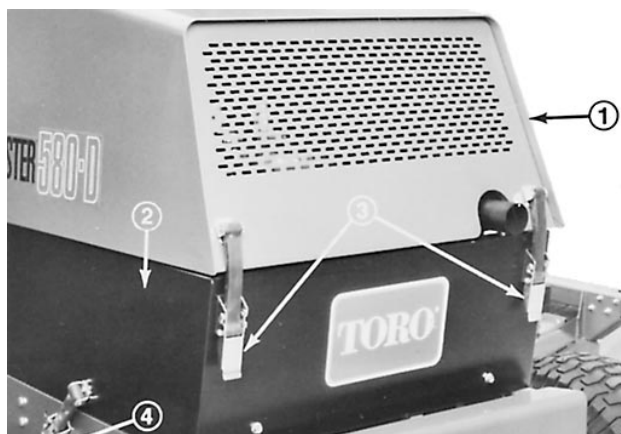

Figure 22
1. Déverrouiller, soulever et caler le capot avec la béquille, puis déposer le panneau latéral gauche (Fig. 22).